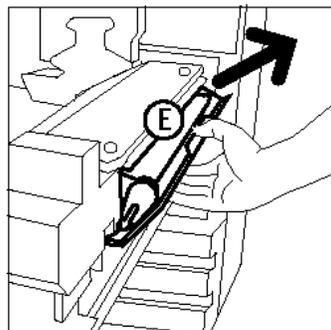

Figura 45: Sustitución del fieltro limpiador
- 5** Presione con suavidad sobre el fieltro limpiador (E) y tire hacia la derecha para soltarlo de la copidora/impresora, tal y como ilustra la Figura 45.